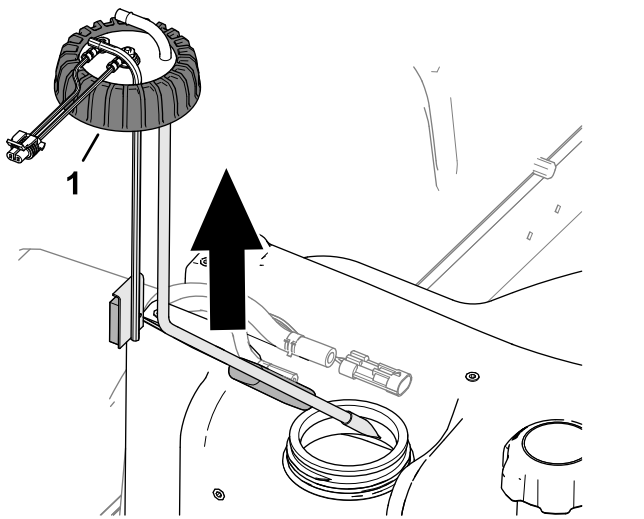

Figura 90
- 5. Afloje el tapón del sensor de combustible (Figura 90).